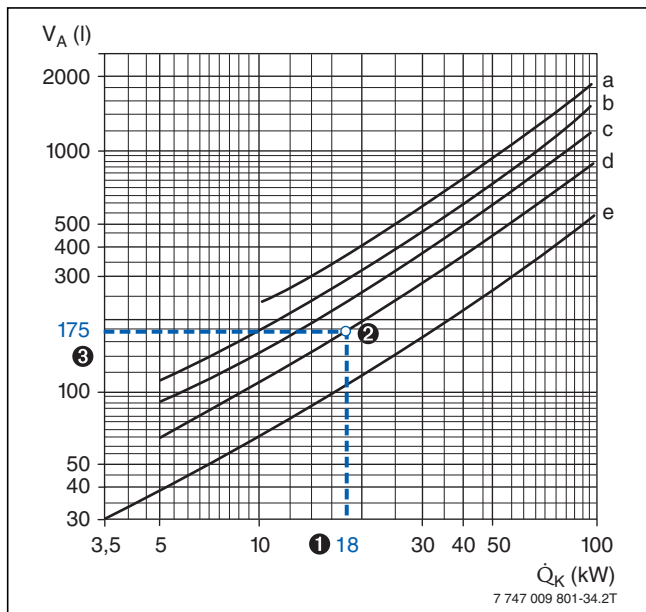

Bild 88 Anhaltswerte für den durchschnittlichen Wasserinhalt von Heizungsanlagen (nach ZVH-Richtlinie 12.02)
In Abhängigkeit von verschiedenen Parametern der Heizungsanlage lässt sich das Anlagenvolumen aus Bild 88 ablesen.
- ③ Gesamtwasserinhalt der Anlage = 175 l (→ Bild 88, Kurve d)
Das nach Punkt ③ aus dem Bild 88 abgelesene Anlagenvolumen muss kleiner sein als das maximal zulässige Anlagenvolumen ④. Trifft das nicht zu, ist ein größeres Ausdehnungsgefäß zu wählen.
- ① Vorlauftemperatur ($\rightarrow$ Tabelle 35): $\vartheta_V = 50^\circ\text{C}$
- ② Vordruck des AG ($\rightarrow$ Tabelle 35): $p_0 = 1,00\text{ bar}$
- ③ Anlagenvolumen ($\rightarrow$ Bild 88): $V_A = 175\text{ l}$
- ④ Erforderlich ist ein AG mit 18 l Inhalt ($\rightarrow$ Tabelle 35), weil hierfür das nach Bild 88 ermittelte Anlagenvolumen ③ kleiner als das maximal zulässige Anlagenvolumen ist.